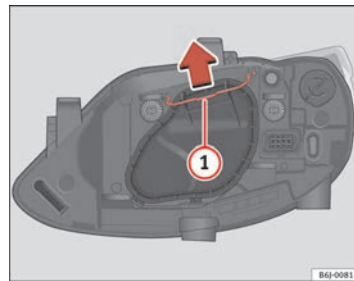

Abb. 139 Abblend- /
- Die Strebe ⇒ Seite 227, Abb. 139 ① in Pfeilrichtung verschieben und den Deckel abnehmen.